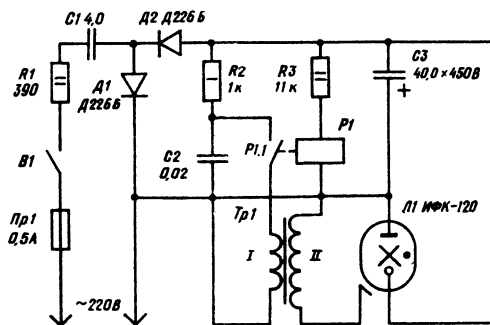

Рис. 41. Принципиальная схема и внешний вид электронного устройства «вспыхивающая звезда» (первая конструкция)
*Первая конструкция* (рис. 41). Сетевое напряжение подается через резистор  $R1$  и конденсатор  $C1$  на двухполупериодный выпрямитель (диоды  $D1$  и  $D2$ ). Сразу же начинают заряжаться конденсаторы  $C2$  и  $C3$ . Как только напряжение на конденсаторе  $C3$  достигнет 300 В, срабатывает реле  $P1$  и своими контактами  $P1.1$  подключит первичную обмотку импульсного трансформатора к конденсатору  $C2$ . Во вторичной обмотке возникает высокое напряжение, которое подается на поджигающий электрод лампы ИФК-120. Происходит вспышка, конденсатор  $C3$  разряжается. При этом сила тока, проходящего через обмотку реле, уменьшается и его контакты размыкаются. Конденсаторы  $C2$  и  $C3$  начинают заряжаться вновь, и процесс повторяется. Лампа будет вспыхивать через промежутки времени, зависящие от емкости конденсатора  $C3$  и сопротивления резистора  $R3$ .